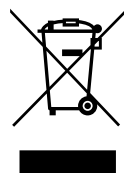

Figuur 80: Knoppen en componenten van de duwondersteuning controller.
Om de hoek te controleren, druk de aan/uit-knop drie keer kort in om de weergavemodus te wijzigen. In deze modus wordt de in real-time gemeten hoek weergegeven. De gemeten hoek op het kalibratieoppervlak moet tussen $-1^\circ / -1,75\%$ en $1^\circ / 1,75\%$ liggen (**Figuur 80**). Als de hoek meer afwijkt dan dit, moet de duwondersteuning controller worden gekalibreerd.
12. Druk de aan/uit-knop drie keer kort in om de weergavemodus te wijzigen en de in real-time gemeten hoek te controleren. Als de gemeten hoek op het kalibratieoppervlak niet tussen $-1^\circ / -1,75\%$ en $1^\circ / 1,75\%$ ligt (**Figuur 80**), herhaal dan het kalibratieproces.